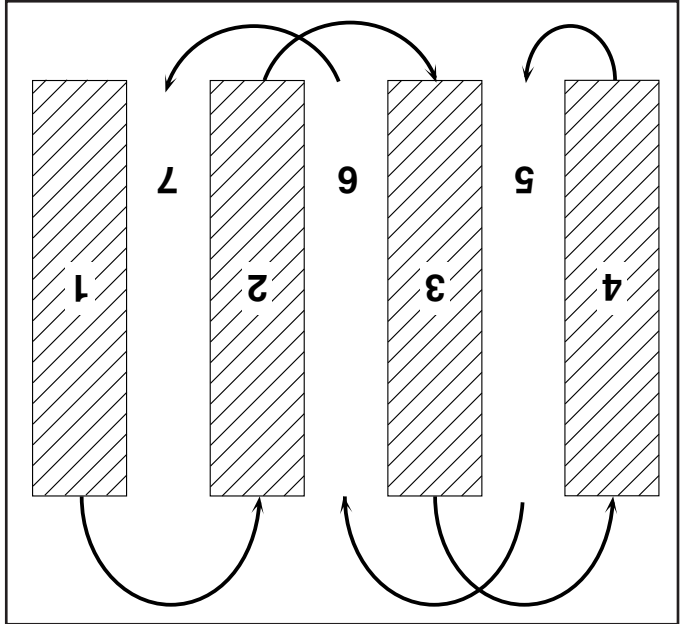

Fig. 14
- Vous trouverez le labourage beaucoup plus facile si vous laissez un sillon non bêche entre les passes. En ce temps-là retourner entre le rang de labourage (Voir la Fig. 14). Il y a deux raisons pour faire ceci. Premièrement, des virages larges sont beaucoup plus faciles à prendre que faire des demi-tours. Deuxièmement, la motobineuse ne vous entrainera pas sur la poignée. Ceci enlève du poids Ne vous appuyez pas sur la poignée. Ceci enlève du poids vraiment coriace de gazon ou de terre dure, appliquez de la pression vers le haut sur la poignée ou descendez le tasseau de profondeur.